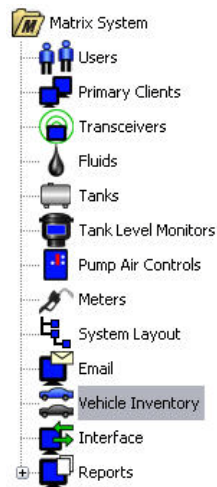

FIG. 149
1. Sélectionnez **Stocks de véhicules** (vehicle Inventory) de la liste sur le panneau du Système Matrix (FIG. 149).